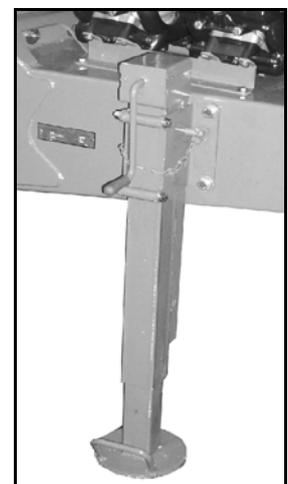

Рис. 51
- Когда агрегат установлен на гидравлическую опору, на контрольном индикаторе опоры видна красная отметка (Рис. 51/1). Агрегат ставится на гидравлическую опору.